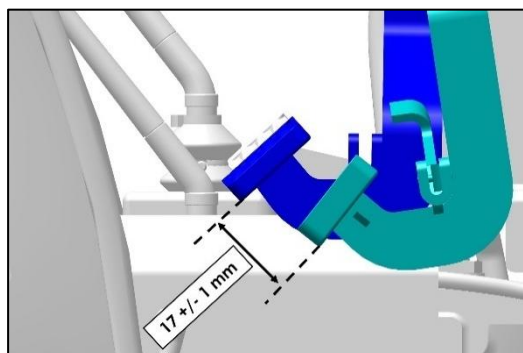

Fig. 294 : JEU LIBRE DE LA PÉDALE DE FREIN
6. Appuyer légèrement sur la pédale de frein et vérifier que le jeu libre est de 17 ± 1 mm (voir figure 294).